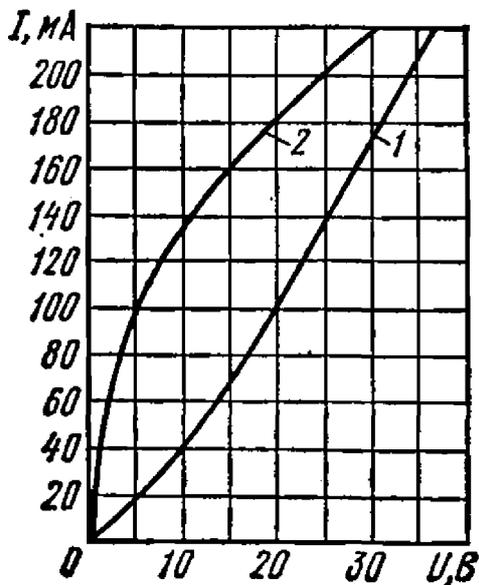

Рис. 2.1
2.1. Два нелинейных элемента (н. э.), ампер-вольтные характеристики (а. в. х.) 1 и 2 которых изображены на рис. 2.1, соединены последовательно.
2.4. Найти напряжения на каждом из двух последовательно соединенных н.э., а.в.х. которых показаны на рис. 2.1, если напряжение на входе схемы $U = 40 B$.